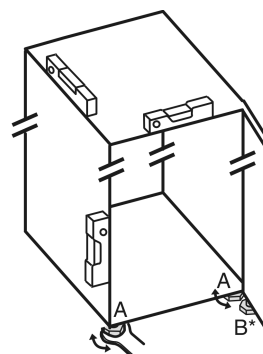

Fig. 46
- ▶ Відкручіть ніжки Fig. 46 (A) наявним у комплекті гайковим ключем із відкритим зівом і за допомогою рівня, доки пристрій не стоятиме рівно на поверхні та його не буде вирівняно.
- ▶ Відкручіть регульовану ніжку Fig. 46 (B) на опорному кронштейні наявним у комплекті гайковим ключем із відкритим зівом, доки вона не прилягатиме до підлоги.
- ▶ Поверніть регульовану ніжку Fig. 46 (B) ще на 90°.